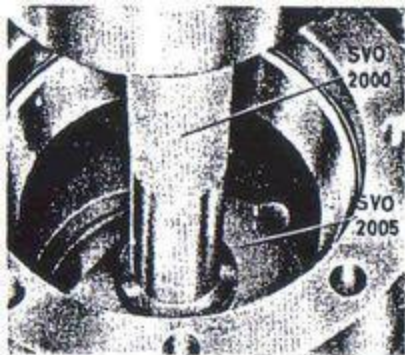

Bild 114. Demontering av ytferring.
2. Demontera lagrets ytferring med hjälp av dorn SVO 2005 enligt bild 114. Gör rent navet.